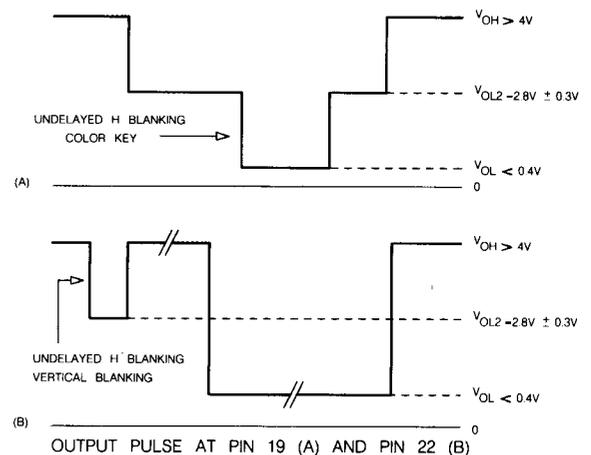

Fig. 8.7
8.5 Die kombinierten Sync.-Impulse (siehe Abb. 8.7)